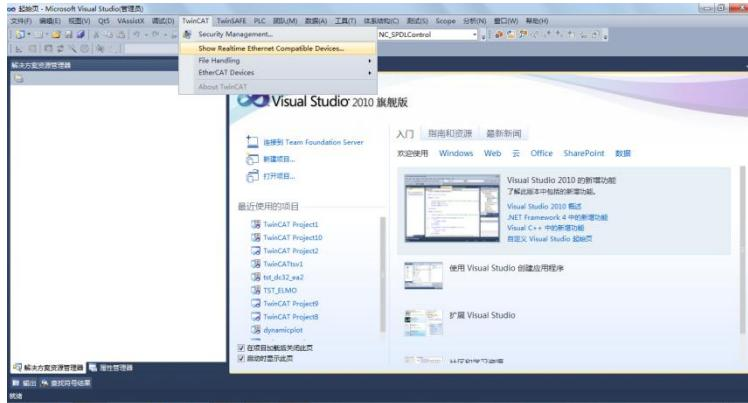
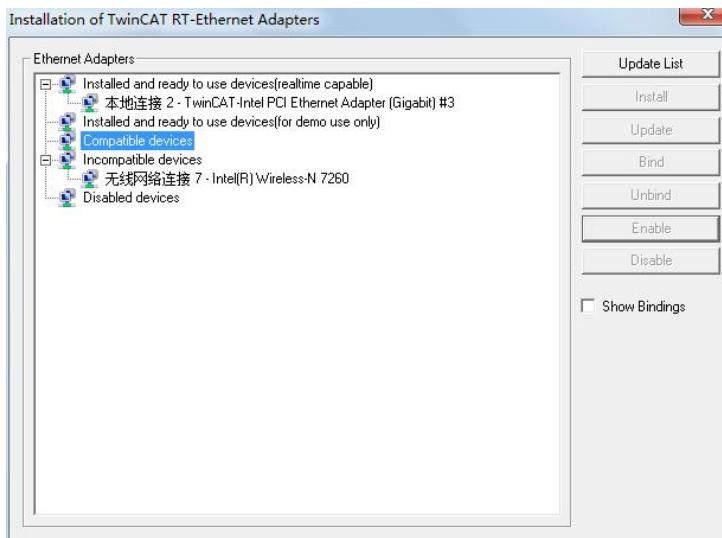

图 1
图 2
- 2、启动软件 TwinCAT XAE (VS 2010)，名称与电脑安装的 VS 版本相关。查看电脑兼容的网口设备，点击 TwinCAT 菜单下对应选项（图 1），出现安装对话框，找到所使用的兼容主站网卡，安装完成后如图 2 所示。